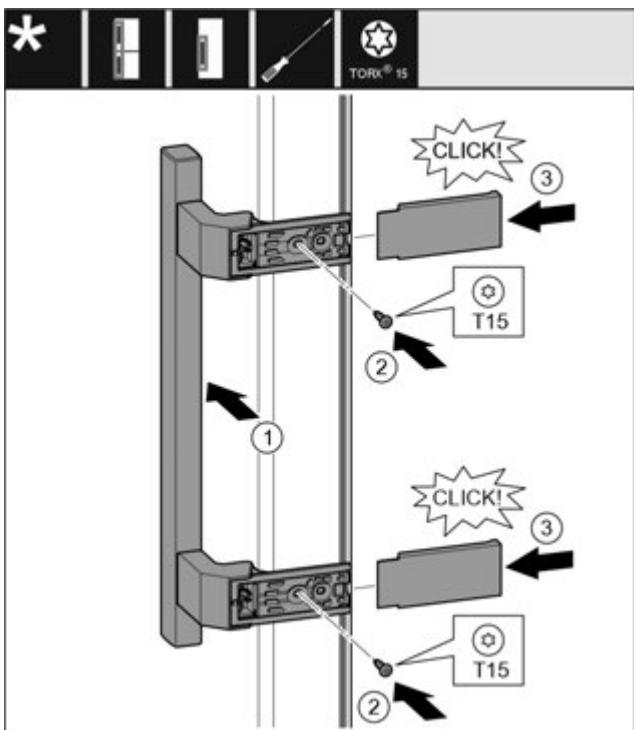

Fig. 11
- Встановіть ручку з протилежного боку. Fig. 11 (1)
- За допомогою викрутки T15 закрутіть гвинти. Fig. 11 (2)
- Встановіть збоку кришки і посуньте їх. Fig. 11 (3)